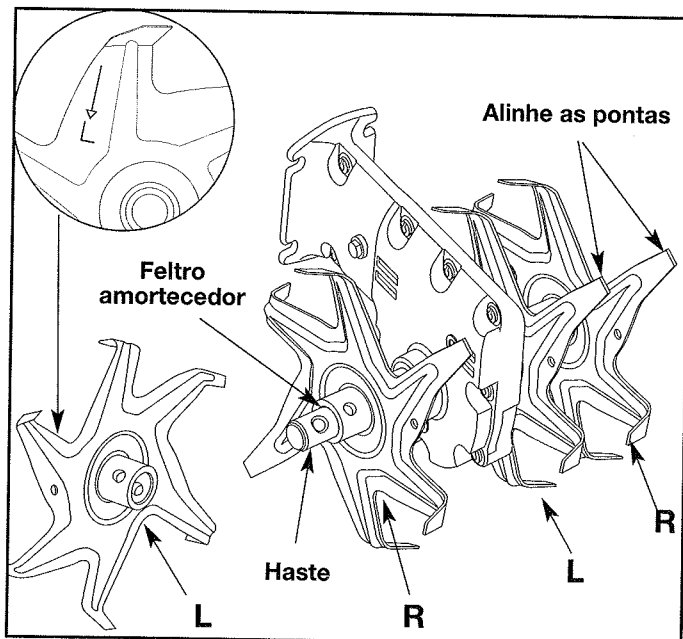

Fig. 22
7. Tenha certeza que as pontas nos dentes estejam alinhadas na mesma direção entre elas mesmas antes de reinstalar os pinos do grampo de fixação e os cliques dos pinos (Fig. 22).